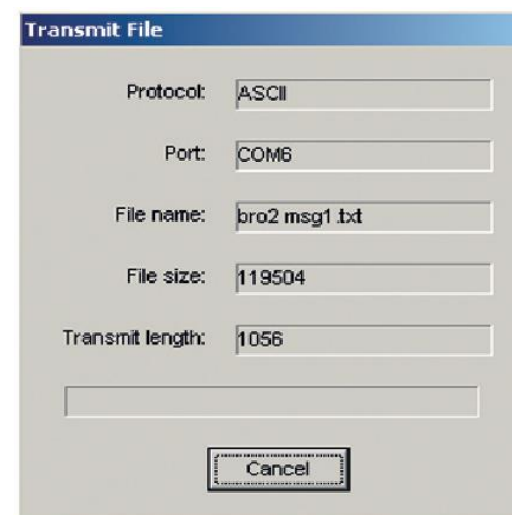

Рис. 9. Запись файла. **Скачано с sec.ru**
11. В появившемся окне выберите интересующий файл сообщения и нажмите кнопку «открыть». После этого появится окно процесса записи сообщения. По завершении операции в диалоговом окне появится сообщение «Download complete» (рис. 9 и 10).